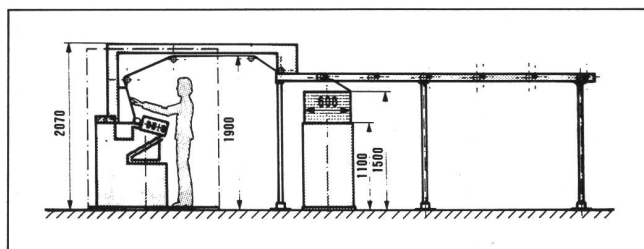

Abb. 3
- Die Kehrbleche und der Schleiftisch für die Vliesförderung zu den Kalandervalzen sind unterhalb des Streckwerkes angeordnet (patentierte Ausführung, Bild 3). Diese Massnahme erleichtert dem Bedienungspersonal die Zugänglichkeit zum Streckwerk ausserordentlich.